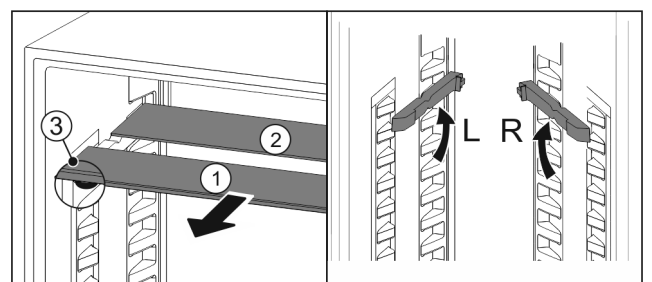

Fig. 90
- ▶ Glasplatten einzeln nach vorne herausziehen Fig. 90 (1).
- ▷ Glasplatte Fig. 90 (1) mit Zierleiste liegt vorne.
- ▷ Stopps Fig. 90 (3) zeigen nach unten.